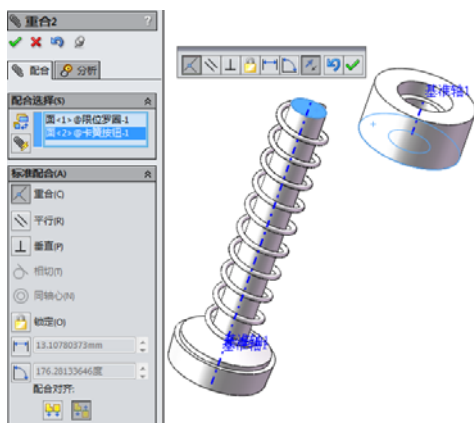

图 7-120 设置配合参数
**07** 选择配合类型。单击“装配体”工具栏中的“配合”图标按钮, 选择限位罗圈的环状表面和按钮的最底面, 选择配合类型为“重合”, 如图 7-120 所示。单击“确定”图标按钮来应用配合。